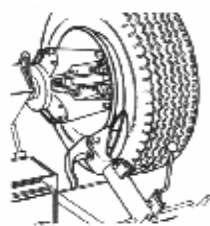

Рисунок 7
9.7. Вновь повторить вышеописанную работу, как только достигли другого бока шины монтажную штангу вывести из рабочей зоны (рисунок 7).